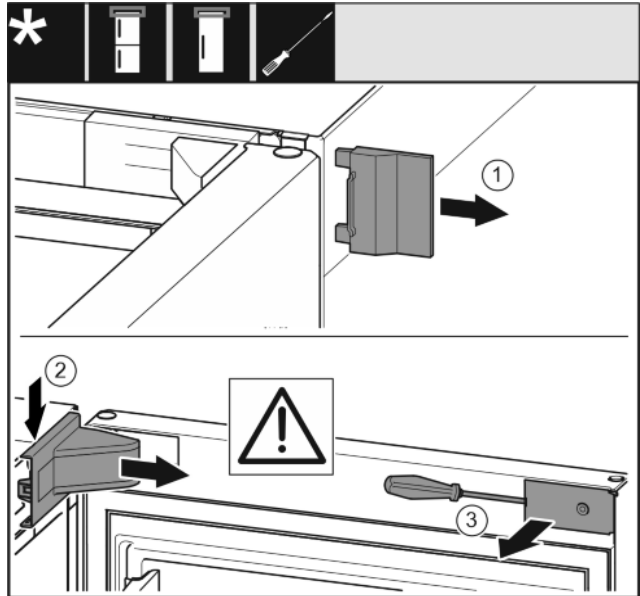

Fig. 8
- ▶ Detașați apărătoarea exterioară. *Fig. 8 (1)*
- ▶ Deblocați și desfaceți apărătoarea suporturilor de lagăr. Detașați apărătoarea suporturilor de lagăr. *Fig. 8 (2)*
- ▶ Deblocați masca cu șurubelnița plată și pivotați-o în lateral. *Fig. 8 (3)*